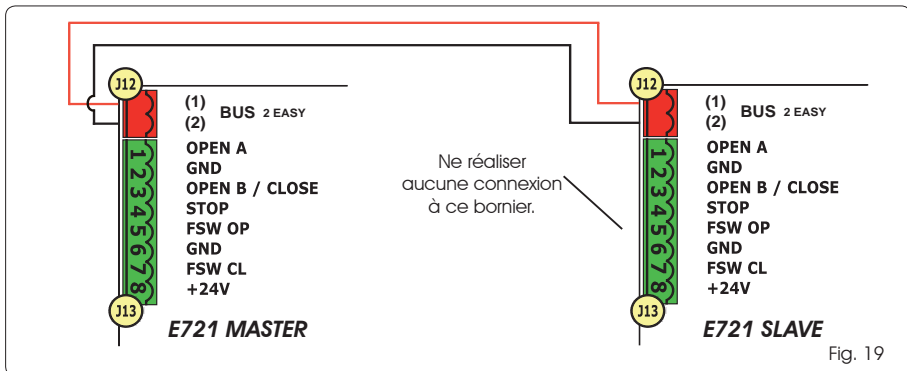

Fig. 19
-  La connexion BUS entre les deux cartes devra être POLARISÉE en respectant la séquence des deux pôles du bornier J12 (POLE (1) - POLE (2)) - (voir Fig. 19).